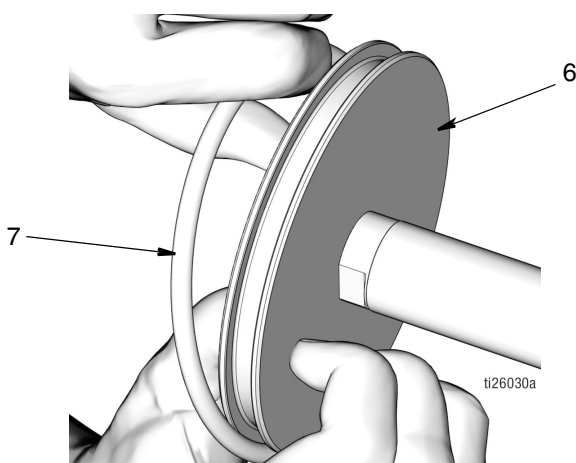

FIG. 52
- e. Appliquer une mince couche de graisse sur le joint torique (7). Poser le joint torique (7) sur le piston (6) comme indiqué à la FIG. 52.